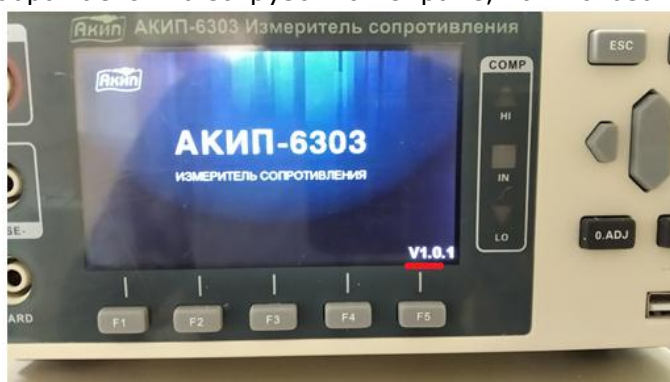

Рис. 1
1. В измерителях с версией ПО, где поддерживается вывод номера версии при загрузке, номер версии отображается на загрузочном экране, как показано на рис. 1.